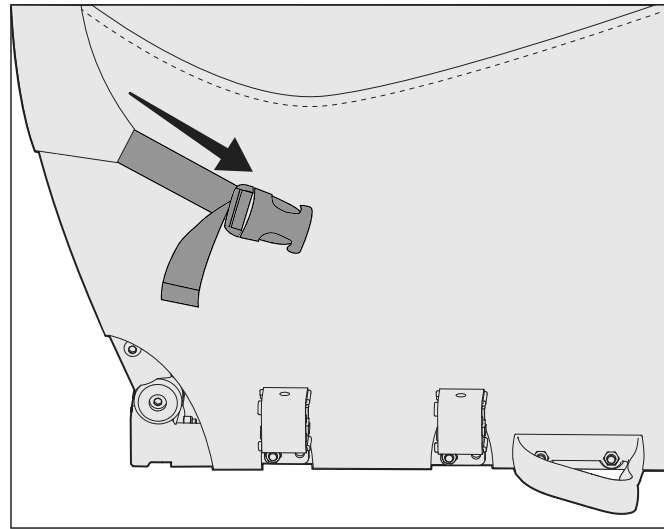

Figura 10
1. Ate las dos esquinas delanteras de la capota a los lados del remolque. (Figura 10)